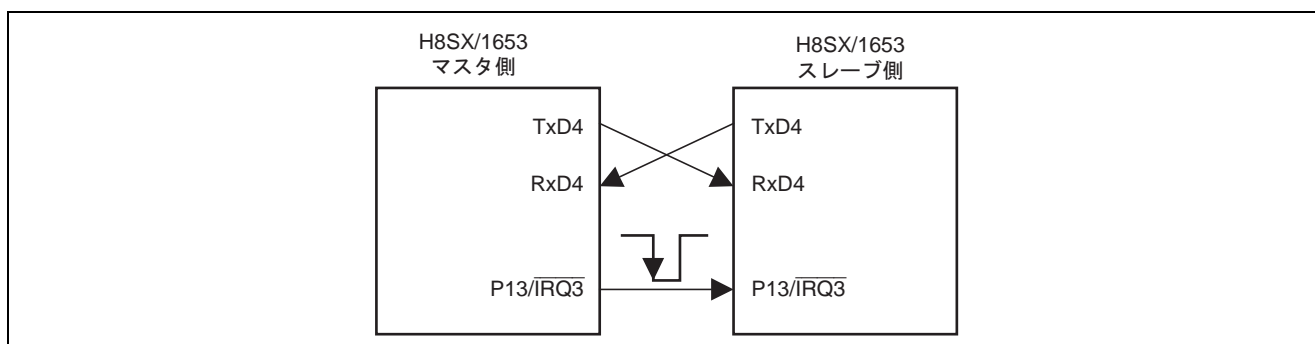

図 1 調歩同期式 SCI 同時送受信の接続図
- 調歩同期式 SCI 同時送受信の接続例を図 1 に示します。